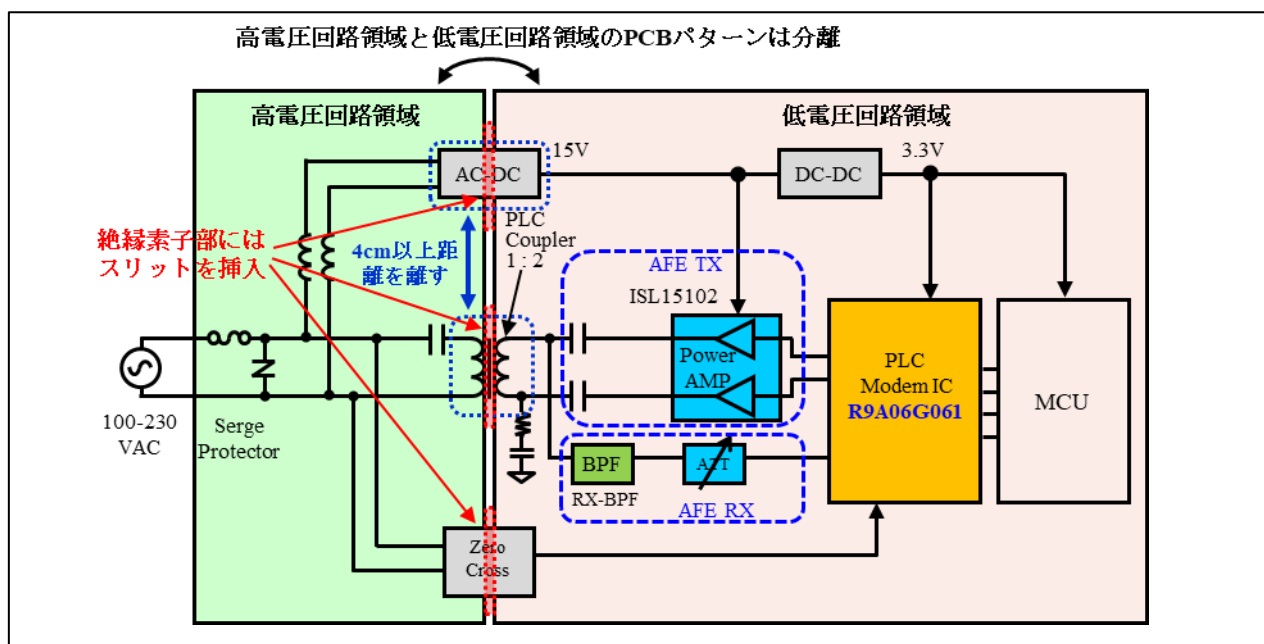

Figure 2-1 高電圧回路領域の部品配置
- Figure 2-1 に示す様に高電圧回路領域と低電圧回路領域の PCB パターンは分離する必要があります。